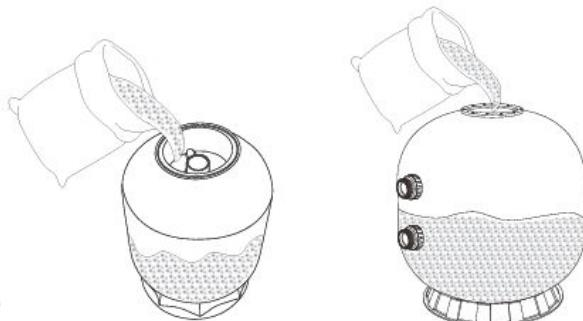

Figura 6
c. Coloque un poco de agua en el tanque y después empiece con el proceso de carga de arena lentamente, el agua evita que el impacto de la arena dañe las crepinas. Nivele la superficie de arena, es importante dejar libre de arena la parte superior del tanque (se recomienda llenar entre  $\frac{1}{2}$  y  $\frac{3}{4}$  de tanque) para dar lugar a la expansión de la arena durante el retrolavado (Ver figura 6).